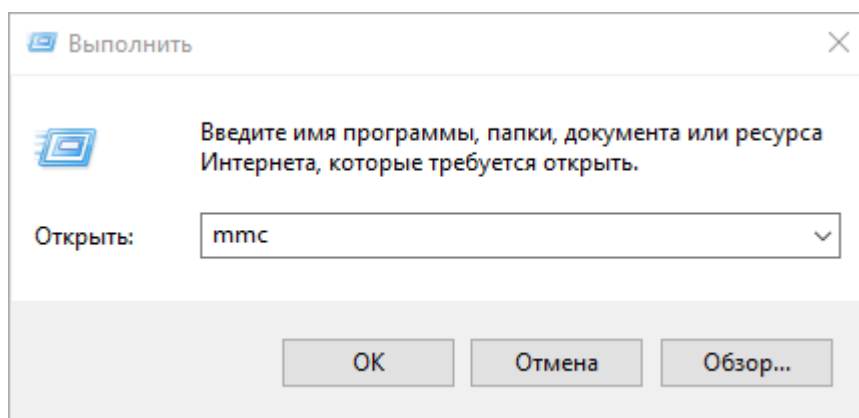

Рис. 21.3 Запуск консоли MMC
1. Запустите консоль управления MMC, для этого в командной строке необходимо ввести «mmc», рисунок 21.3